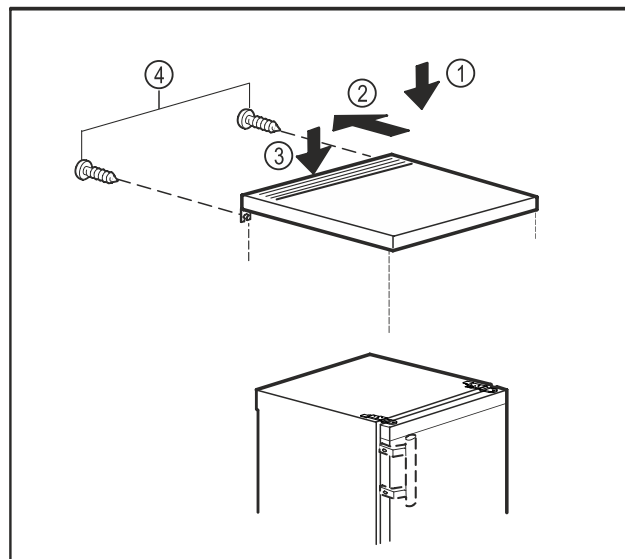

Fig. 11
- ▶ Встановіть стільницю на пристрій. Fig. 11 (1)
- ▶ Відсуньте стільницю назад. Fig. 11 (2)
- ▶ Натисніть на стільницю ззаду вниз. Fig. 11 (3)
- ▶ Затягніть гвинти на задній панелі. Fig. 11 (4)